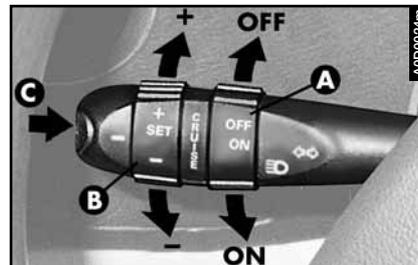

fig. 78
COMANDI (fig. 78)
In caso di funzionamento difettoso del dispositivo o del mancato funzionamento, spostare l'interruttore (A-fig. 78) sulla posizione OFF e rivolgersi ad un Servizio Autorizzato Alfa Romeo dopo aver verificato l'integrità del fusibile di protezione.
L'interruttore (A-fig. 78) può essere lasciato costantemente sulla posizione ON senza danneggiare il dispositivo. Si consiglia comunque di disattivare il dispositivo quando non viene utilizzato, spostando l'interruttore (A) sulla posizione OFF, per evitare memorizzazioni accidentali di velocità.